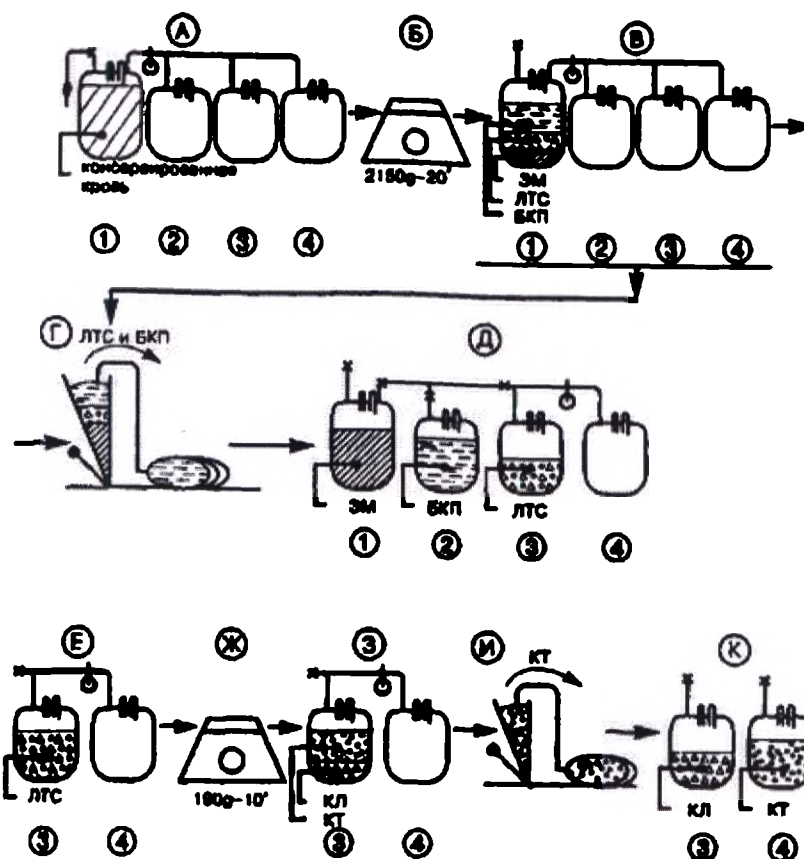

Рис. 19. Выделение концентрата тромбоцитов из лейкотромбоцитарного слоя консервированной крови
Метод выделения КТ из лейкотромбоцитарного слоя (ЛТС). На 1-м (А) этапе (см. рис. 19) консервированную кровь (контейнер N1), хранившуюся не более 4—6 ч после кроводачи при комнатной температуре, подвергают (Б) «жесткому» центрифугированию (режим $2150g \times 20$ мин). При этом тромбоциты (В) максимально концентрируются над эритроцитами в ЛТС, над которым располагается бесклеточная плазма. Большую часть бесклеточной плазмы (Г) переводят с помощью плазмоекстрактора в контейнер N2, оставляя в контейнере N1 над эритроцитами слой плазмы высотой 4—5 см (65—75 мл). Контейнеры N1 и N2 отсоединяются (Д). Далее ЛТС с плазмой и минимальным слоем подлежащих эритроцитов (Е), общим объемом 115—125 мл тщательно перемешивают. На 2-м этапе контейнер N3 с ЛТС подвергают (Ж) «мягкому» центрифугированию (режим $190g \times 10$ мин), в результате которого лейкоциты и эритроциты, отличающиеся по удельной массе от тромбоцитов, оседают на дно контейнера (3), а тромбоциты оказываются над ними, взвешенными в плазме, близкой им по удельной массе, которую с помощью плазмоекстрактора (И) переводят (К) в контейнер N4. Приготовление КТ из ЛТС занимает 30—40 мин.